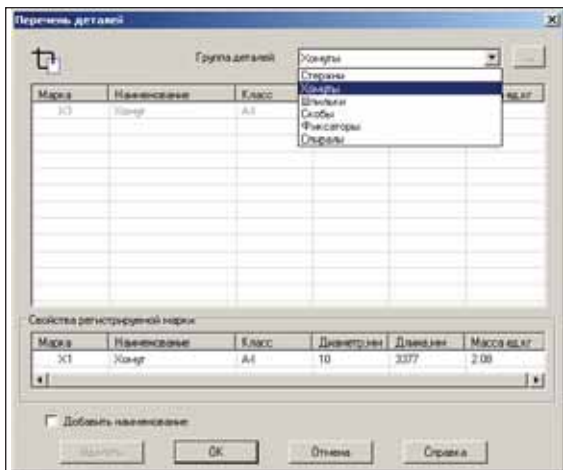

Рис. 26
- *Регистрация чертежа детали* — предоставляет возможность регистрировать арматурное изделие и присваивать ему марку, которую можно использовать в дальнейшей работе с элементами схематичного и детального армирования для учета их в спецификациях (рис. 26);